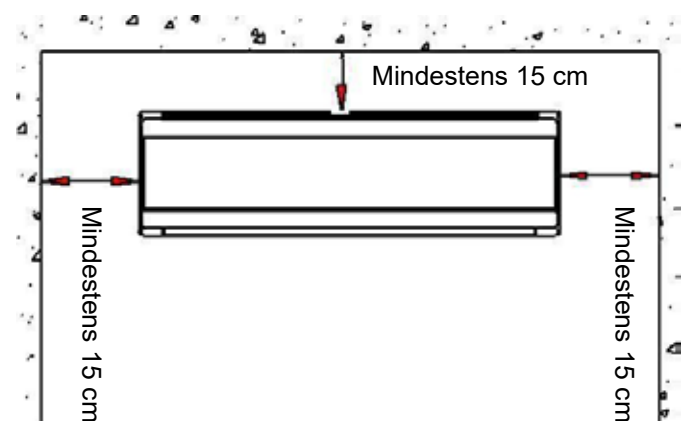

Abb. 1
- Stellen Sie einen Abstand sicher wie in Abb. 1 gefordert.
- Die Rückseite des Innengeräts muss sich nahe zur Wand befinden (siehe Abb. 1).